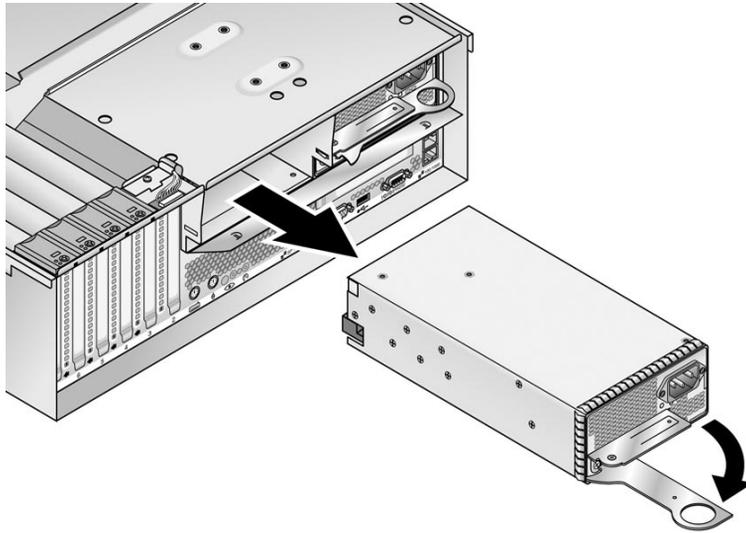

FIGURE 4-24 Retrait d'une alimentation
1. Derrière le serveur, tirez l'anneau de la poignée de l'alimentation vers vous pour désengager le connecteur de l'alimentation du backplane de distribution de puissance (voir FIGURE 4-24).
- a. Ouvrez complètement la poignée de l'alimentation comme indiqué à la FIGURE 4-24.